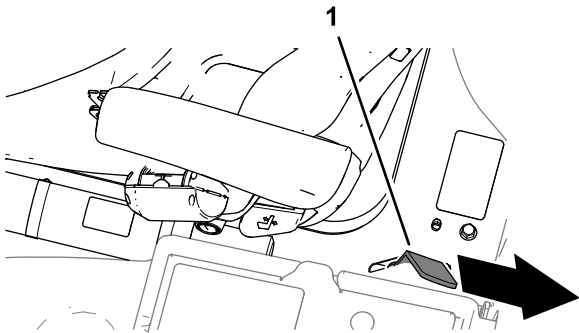

**Figura 54**
2. Pe măsură ce platforma se apropie de poziția complet coborâtă, deplasai mânerul de blocare a platformei (Figura 54) spre partea din față a mainii.